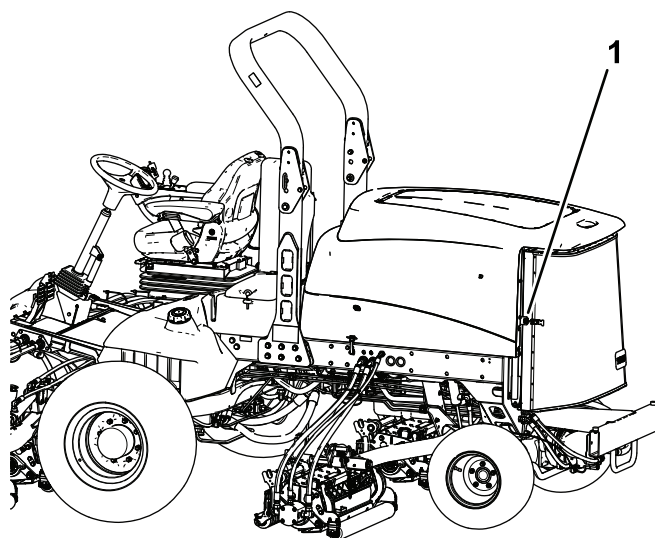

Figura 99
2. Destrancue e abra o painel traseiro (Figura 99).